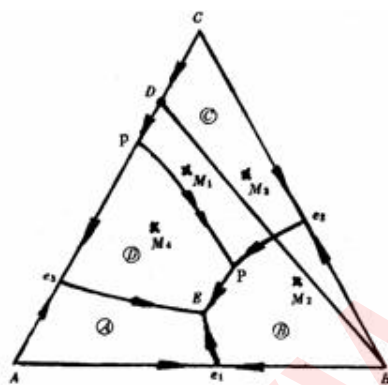

图6-13
6-25 根据图6-13三元系统相图：(1) 判断无变量点E、P的性质，并写出相平衡关系式；(2) 分析熔体M₁、M₂和M₃的冷却析晶过程，并总结判断结晶产物和结晶结束点的规则；(3) 加热组成为M₄的混合物，将于什么温度出现液相？在该温度下出现的最大液相量是多少？在什么温度下完全熔融？写出其加热过程相平衡表达式。